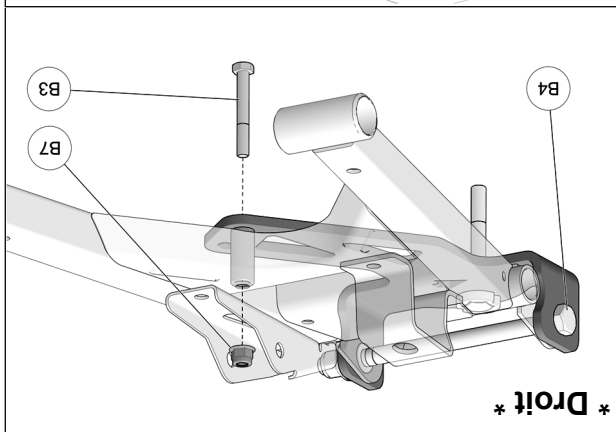

Fig. 10
9. Fixer l'arrière de l'ancrage au bras de suspension à 85 N•m [63 lb•pi] et le boulon M8 à 25 N•m [18 lb•pi]. Voir la Fig. 10